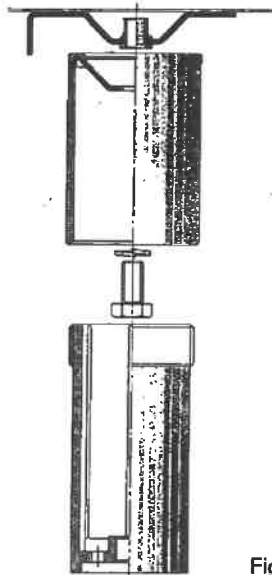

Fig. 1
- Fissare i piedini regolabili alle traverse dell'apparecchiatura (vedi fig. 1).